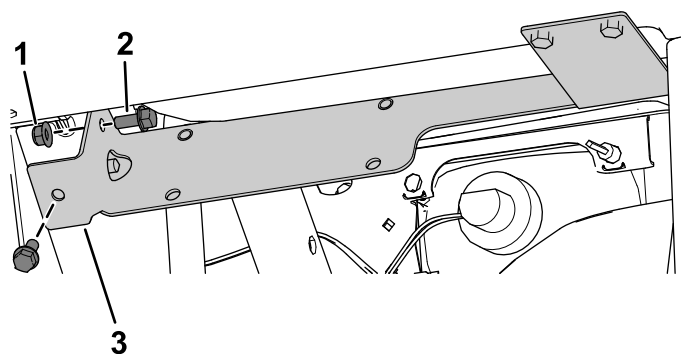

Bild 27
- D. Befestigen Sie die linke Seite der Heizungshalterung mit zwei Bundkopfschrauben (5/16" x 3/4") und zwei Bundmuttern (5/16"), wie in **Bild 27** dargestellt.